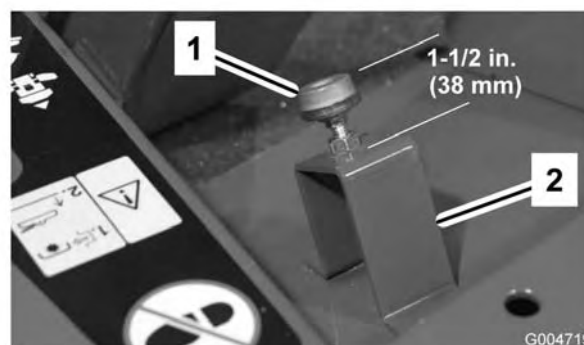

Figure 67
2. Contrôlez le réglage de la butée de la pédale de déplacement. Il doit exister un écart de 38 mm (1-1/2") entre le haut du support et le haut de la butée (Figure 67). Desserrez les écrous et réglez la distance selon les besoins.